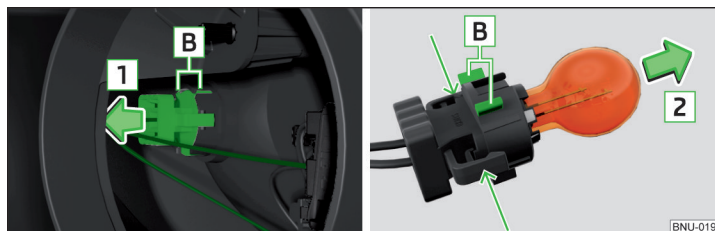

Fig. 349 Înlocuirea becului luminii de semnalizare față
- › Scoateți dulia împreună cu becul, prin mișcări pendulatorii, în sensul săgeții **1** » fig. 349.